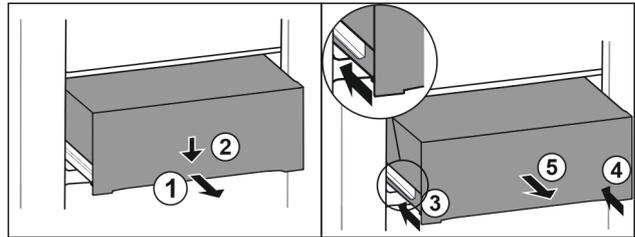

Fig. 129
- Tirer le tiroir jusqu'à mi-chemin. Fig. 129 (1)
- Appuyer sur l'avant du tiroir vers le bas. Fig. 129 (2)
- Insérer le rail gauche d'env. 2 cm. Fig. 129 (3)
- Insérer le rail droit d'env. 2 cm. Fig. 129 (4)
- Retirer le tiroir par l'avant. Fig. 129 (5)